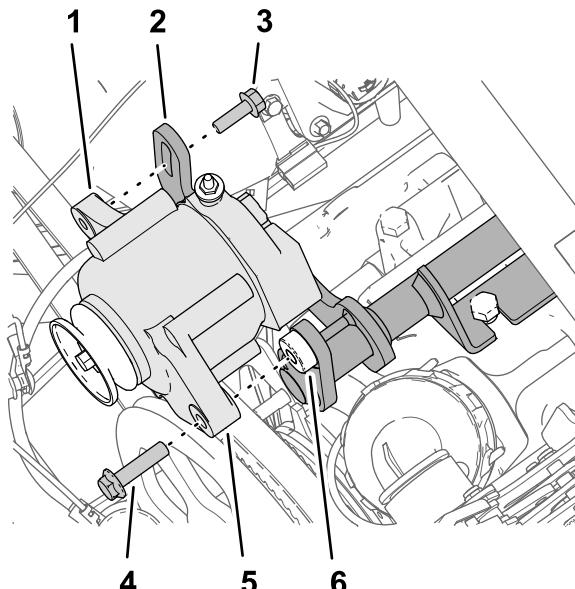

图184
1. 用凸缘头螺栓 $\frac{3}{8}$ x $1\frac{1}{2}$ 英寸将交流发电机 60A 组装到交流发电机支架的螺纹轴套上 图184。
2. 用凸缘头螺栓 8 x 25mm 将交流发电机的螺纹法兰组 装到交流发电机支架的带槽法兰上 图184。